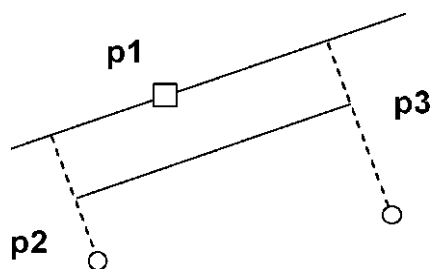

Рис. 1.10. Построение отрезка, параллельного заданной прямой
1. *Параллельный отрезок*. Построения на чертеже: а) указать графическим курсором прямую (точка p1), которой должна быть параллельна исходная прямая; б) задать численное значение расстояния между параллельными прямыми в панели свойств окна «*Расстояние*»; в) указать графическим курсором две точки, p2 и p3, принадлежащим вспомогательным прямым, ограничивающим длину параллельного отрезка (рис. 1.10).